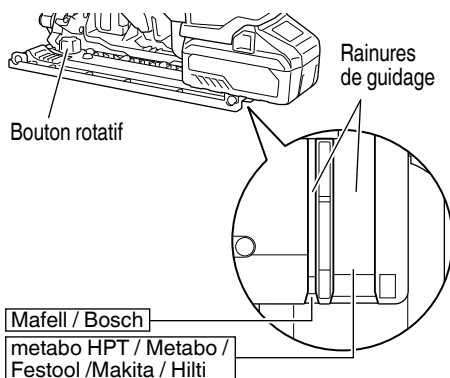

Fig. 22
5. Scier avec un rail de guidage (vendu séparément) (Fig. 22)